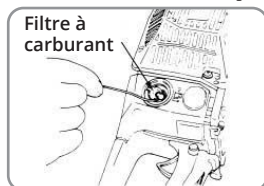

Fig. 18
- À l'aide d'un crochet métallique, retirez le filtre par l'orifice de remplissage (Fig. 18).